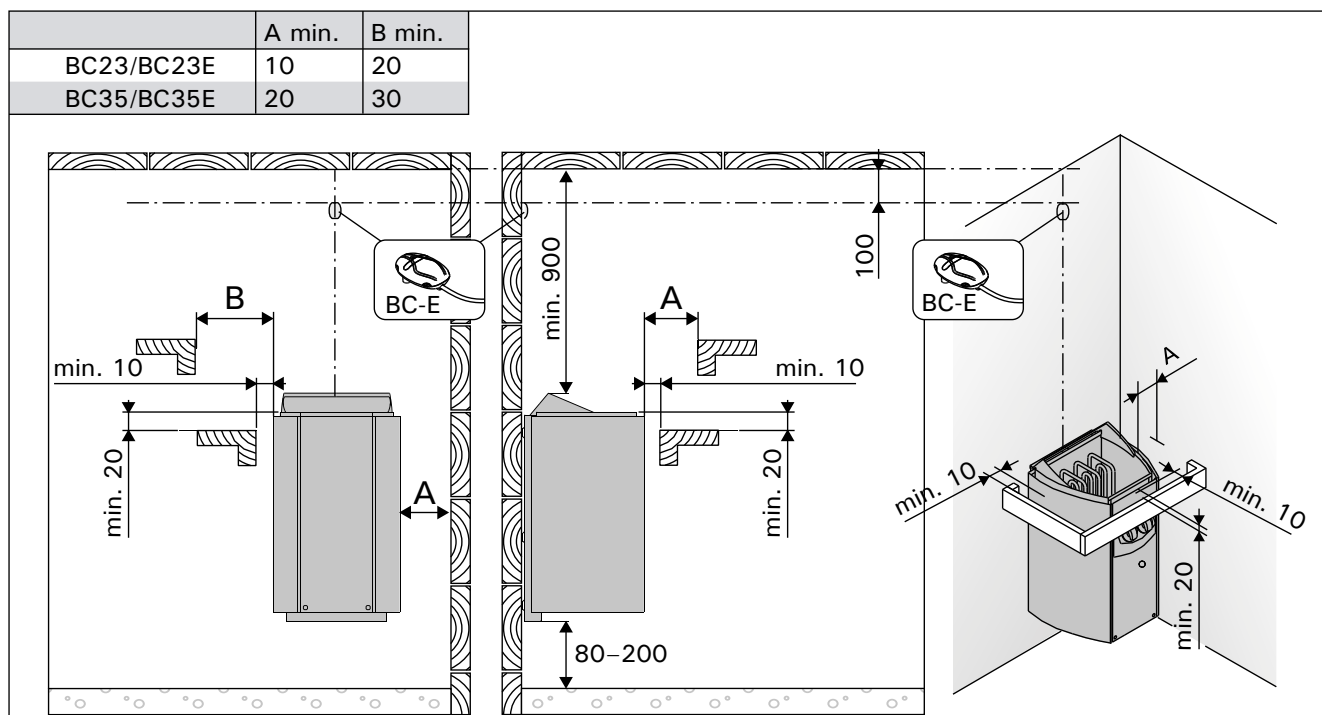

Figura 6. Distanze di sicurezza dalla stufa (tutte le dimensioni sono in millimetri)
- La collocazione della stufa ottempera ai requisiti minimi relativi alle distanze di sicurezza indicati alla figura 6 e nella tavola 2?
Assieme alla centralina vengono fornite istruzioni dettagliate relative al suo fissaggio alla parete. Installare il sensore della temperatura sulla parete della stanza della sauna, sopra la stufa, sulla mezzeria laterale della stufa, 100 mm al di sotto del soffitto. Figura 6.